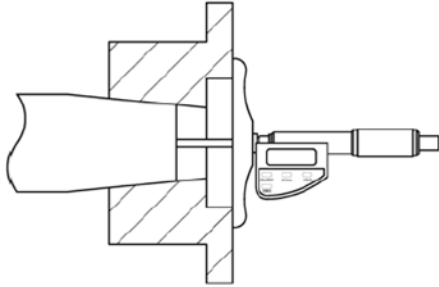

Figura 3 - Ejemplo de medida de punta de eje a cara del cubo
- 7.4. Use micrometro para medir la distancia desde la cara del cubo a la punta del eje, tal como en Figura 3. Anote esta medida.